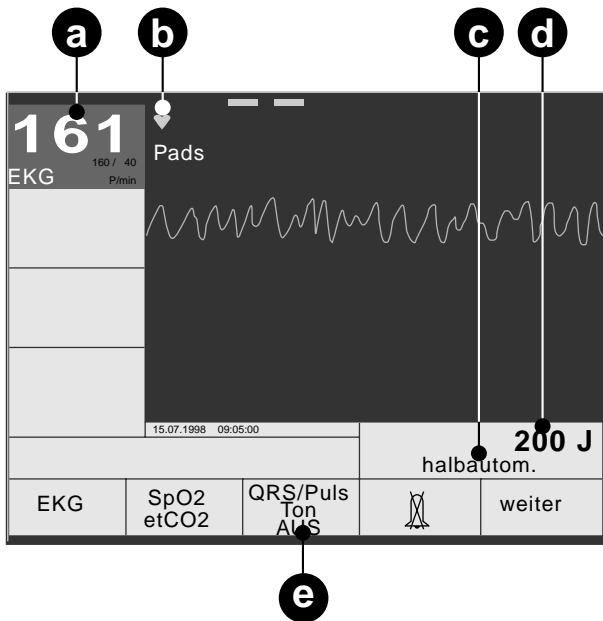

Bild 5-1. Standardbild
- Achten Sie darauf, daß die halbautomatische Betriebsart eingeschaltet ist (**c**, Bild 5-1) und daß die gewählte Energie angezeigt wird (**d**, Bild 5-1).